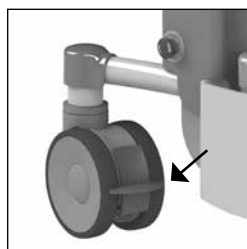

Figure 3 Blocage directionnel.
- La chaise Elexo XXL est équipée de série d'un blocage directionnel sur la roue avant gauche (Cf. figure 3). Pour bloquer la direction de la roue, enfoncez du pied la languette verte surmontant la roue. Le blocage directionnel facilite les longs parcours en favorisant une trajectoire rectiligne.